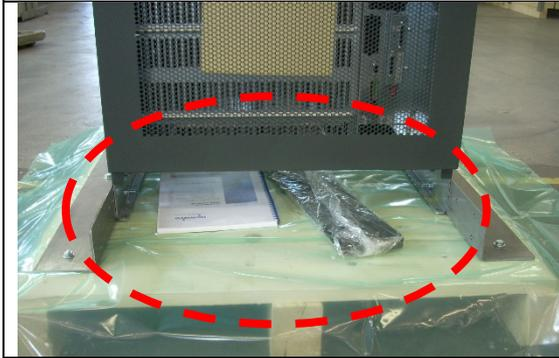

Abbildung 8: Foto des Zubehör-Bereichs, PowerWave 33 S3 vorne unten.
3. Entfernen Sie das Zubehör (Abbildung 8 auf der nächsten Seite). Der Standard-Zubehörsatz besteht aus: Benutzerhandbuch, 2x lackierten Bodensockeln, Schrauben, 4 Stabfüße und Schlüssel.